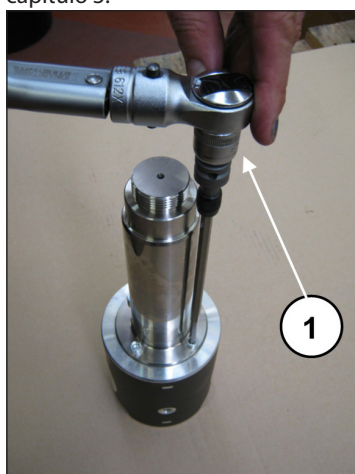

Fig. 40
Bloqueie a guia do pistão no gancho com ajuda de ferramenta adequada e proceda com a calibragem dos parafusos com chave dinamométrica (pos. ①, Fig. 40), conforme indicado no capítulo 3.